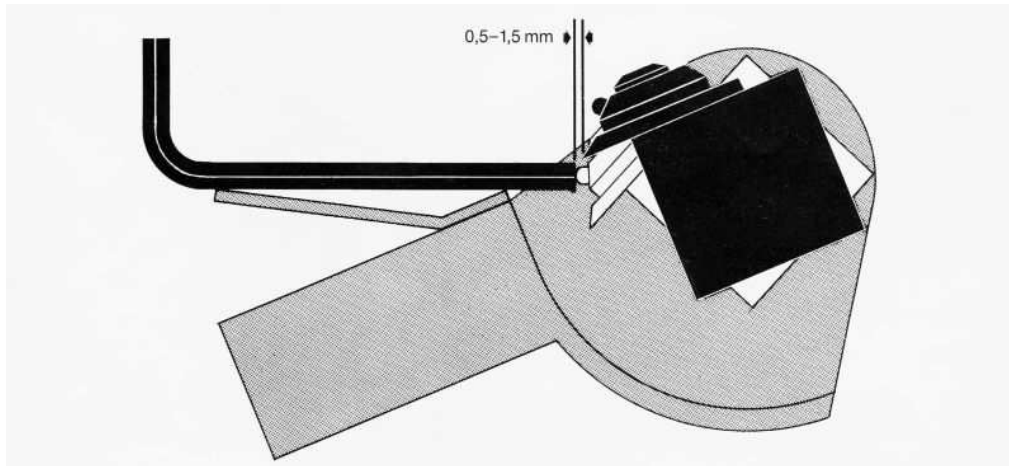

Bild 2
Das EDER Schälgerät ESG1 darf in dieser Ausführung nur im land- und forstwirtschaftlichen Bereich von eingewiesenen Personen, die mind. 18 Jahre alt sind, eingesetzt werden oder für Schulungszwecke unter Aufsicht mindestens 16 Jahre. Die einschlägigen Unfallverhütungsvorschriften sind zu beachten. Setzen Sie das EDER Schälgerät ESG1 bei laufendem Sägenmotor nur mit Betriebsdrehzahl auf die Stammoberfläche auf und führen Sie das EDER Schälgerät ESG1 zügig und ohne Druck über den Stamm, vor und zurück. Sollte das Gerät zu tief schneiden oder gar hacken, so sind die Messer (09) um etwa 0,2mm zurückzustellen. Bei zu geringer Schnitttiefe sind die Messer (09) um etwa 0,2mm vorzustellen. Die erforderliche Messereinstellung richtet sich nach der zu schälenden Holzart und ist von Fall zu Fall neu einzustellen. Es ist darauf zu achten, dass die Hartmetallstifte auf der Messerscheibe (10) immer richtig zur Messerschneide wie in Bild 2, stehen. Alle 4 Messer (09) müssen die gleiche Einstellung und das gleiche Maß zu den Hartmetallstiften auf der Messerscheibe (10) haben. Stumpfe Messer können von Hand an normalen Schleifscheiben nachgeschliffen werden. Der Schneidenwinkel beträgt 40°. Die maximal zulässige Drehzahl der Walze (03) von 13000 U/min darf nicht überschritten werden. Beachten Sie dazu bitte die entsprechenden Hinweise in der Betriebsanleitung Ihres Sägenherstellers.
- ✦ Schlüssel, wie in der Abbildung (Bild2), unten auf das Gerät legen.
- ✦ Schlüssel in dieser Stellung halten und nun die Schälwalze zurückdrehen bis die Messer vor dem Schlüssel stehen (s. Bild2)